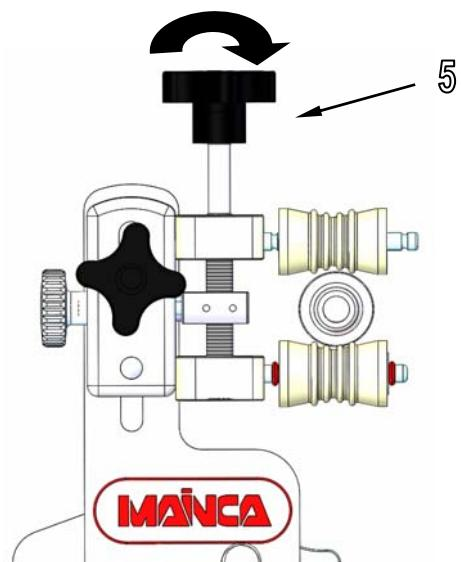

fig. 13
Seguidamente, proceder a la regulación de la separación de los rodillos según el diámetro del embudo (H) y el cono (X). Para ello, regularemos con la empuñadura vertical (5), en sentido horario aumenta la separación, y en sentido antihorario, la disminuye (ver fig. 13).